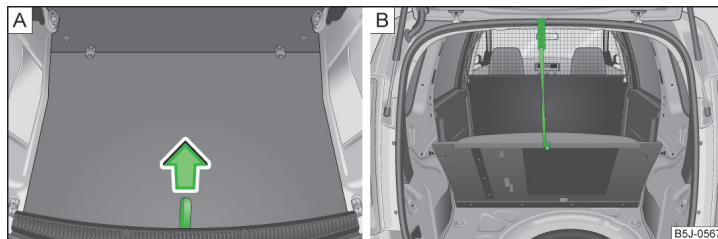

Fig. 93 Curelușă pentru ridicarea mochetei / Fixarea mochetei cu un cârlig din plastic
► Ridicați podeaua de curelușă » fig. 93 - **A** și agățați-o, cu ajutorul cârligului din material sintetic (acesta de găsește sub marginea podelei), de marginea superioară a deschiderii spațiului de încărcare al portbagajului » fig. 93 - **B**.